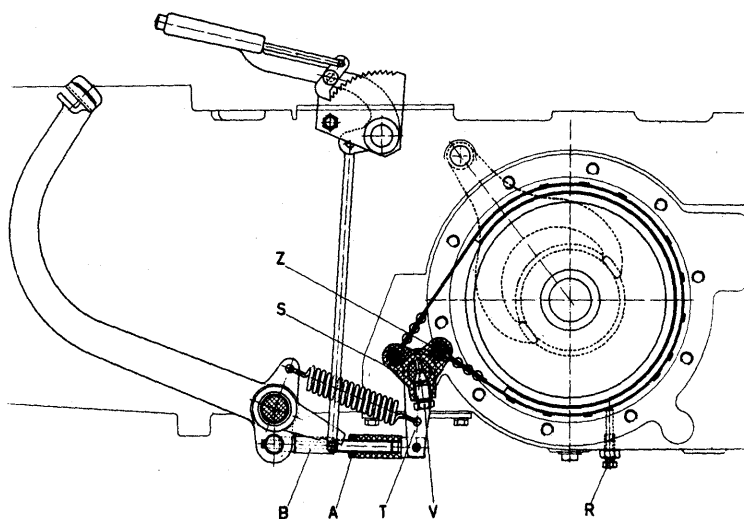

Fig. 26. Snit af bremse.
Et snit af den ene bremse er vist i fig. 26. Bemærk at låseskruen (V) skal sikres med tråd.